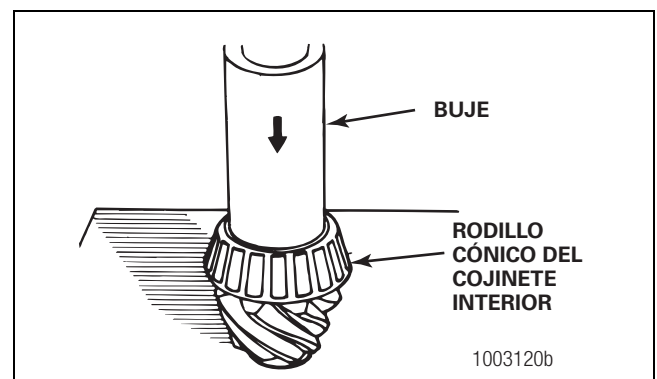

Figura 5.2
4. Coloque el piñón de mando en una prensa con la cabeza del engranaje hacia abajo. Figura 5.2.